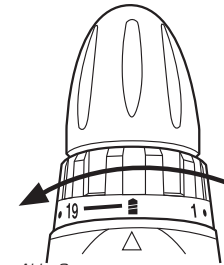

Abb. 9
1. Drehen Sie die Drehmomentvorwahl (3) solange, bis die Pfeilmarkierung auf das Bohrer-Symbol  gerichtet ist. In dieser Einstellung ist die Drehmomentbegrenzung völlig überbrückt. Das heißt, die Kupplung löst nicht mehr aus. Das erreichbare Drehmoment ist nun maximal (Abb. 9).